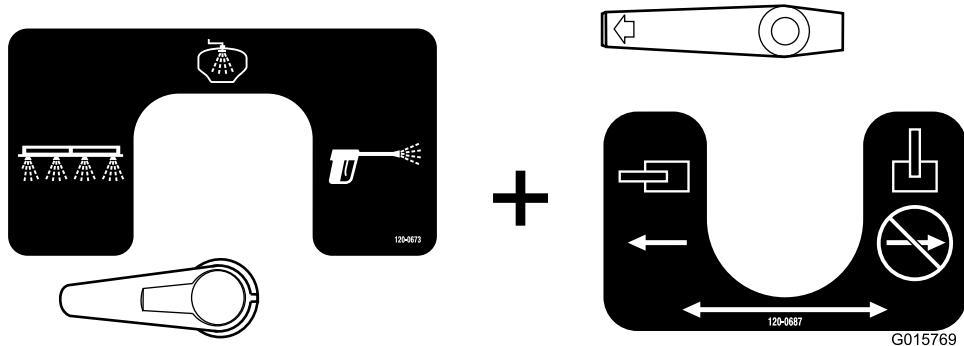

図 36
- 以下はブームすぎ用の設定です（図 36）。この設定では、ブームからすすぎ水が散布されます。